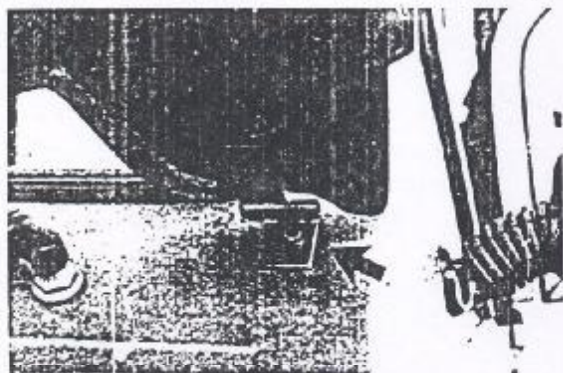

Figura 8.23.3 - Fixação das dobradiças do capuz
3. Remover os parafusos de fixação do capuz do motor a carroceria e remover o conjunto do capuz (Figura 8.23.3).